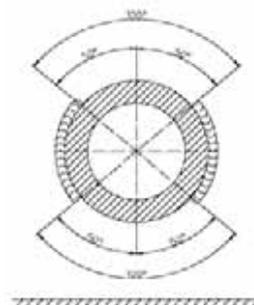

Abb. 1
- Abb. 1 gibt die Bereiche der Rundachse an, in denen Schweißvorgänge erlaubt sind.